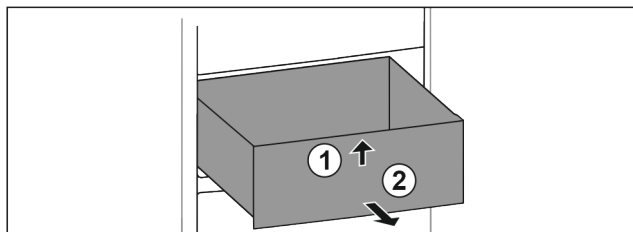

Fig. 28
- Sollevare il cassetto dal davanti. Fig. 28 (1)
- Rimuovere il cassetto tirandolo in avanti. Fig. 28 (2)